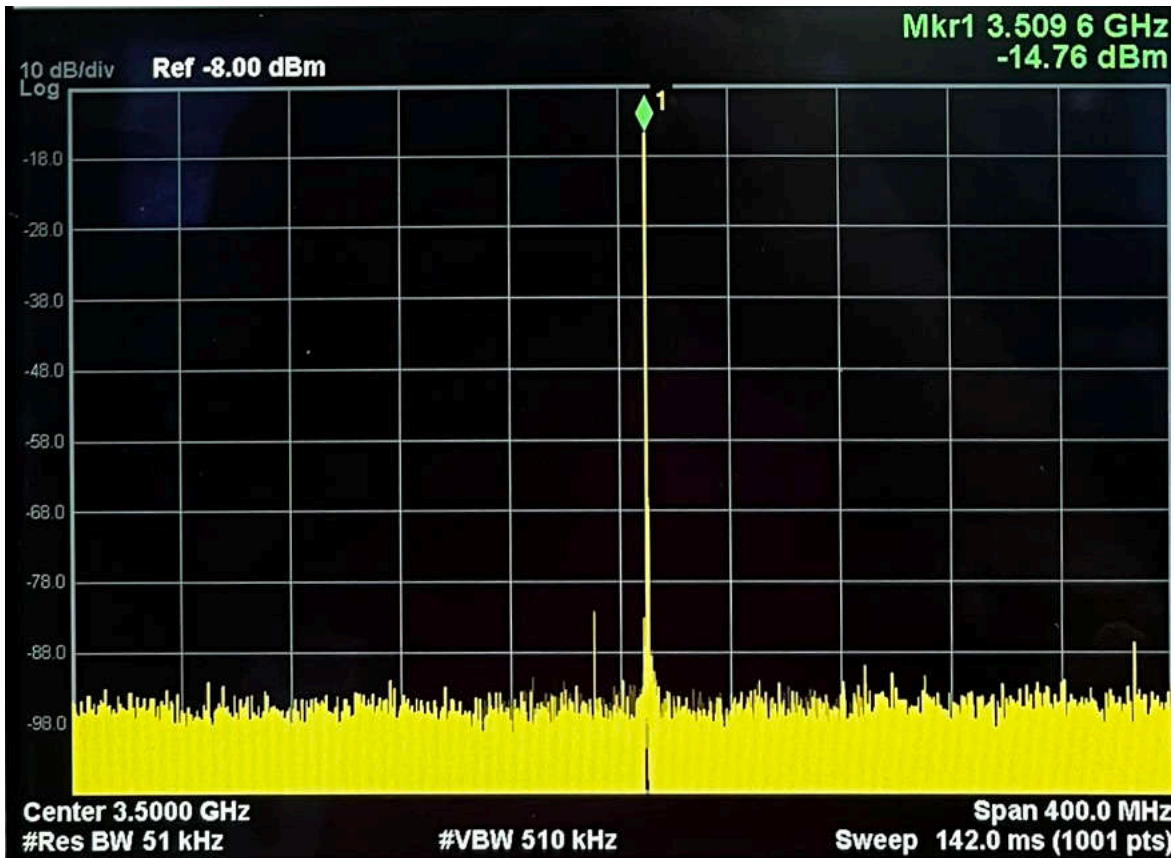

图 4-4. 在 3.5GHz NCO 且振幅为 -10dBFS 时的典型 TXDAC 10MHz 单频性能
2. 突出显示适用代码部分，然后按 F7 运行。参阅图 4-4 以了解典型的性能测量。